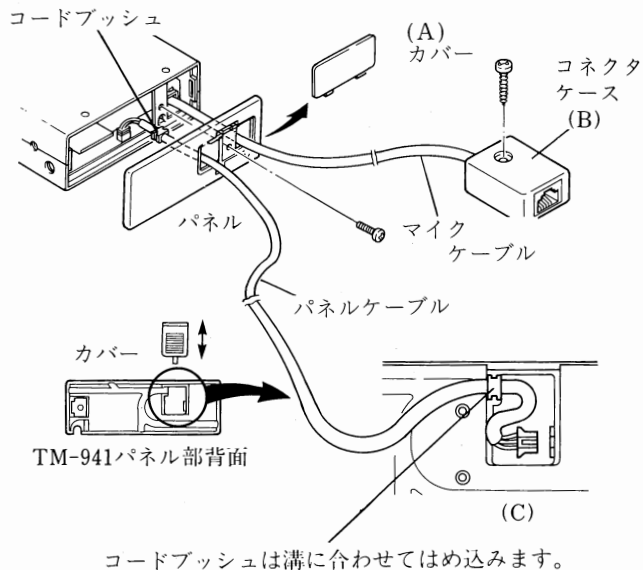

図4
- PG-4K/4Lに付属のパネルケーブルとマイクケーブルを、コネクタに差し込みます。ストッパーがカチンというまで深く差し込んでください(図4)。
- PG-4K/4Lの前面パネルを、左の爪を合わせてからはめ込み、バインドねじ(M3×8)でトランシーバー本体に止めます。(図4)
その後カバーをはめます。(図4-A)
- マイクケーブルのもう一方のコネクタ・ケースにマイククロホンを接続します。コネクタ・ケースは、付属のねじ(M3×25)で固定してください。(図4-B)
- パネルケーブルのもう一方の端は、パネル部背面のカバーの内側でコネクタに接続されています。カバーを外して、PG-4K/4Lのパネルケーブルと差し換えます。(図4-C)